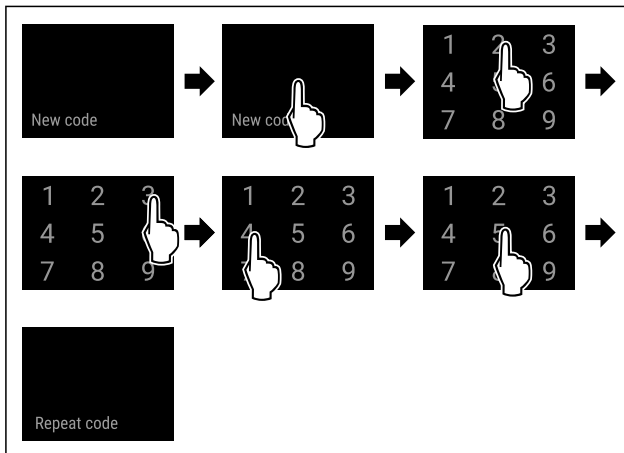

Fig. 95
- ▶ Suivre les étapes (voir Fig. 95) .